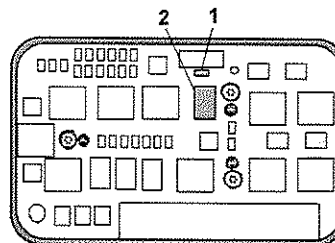

Abbildung 7.
**Positionierstifte (2) mit geeignetem Werkzeug bis zum Anschlag nach unten drücken. Die 3 Schrauben ("1" in *Abbildung 7*) festziehen.**